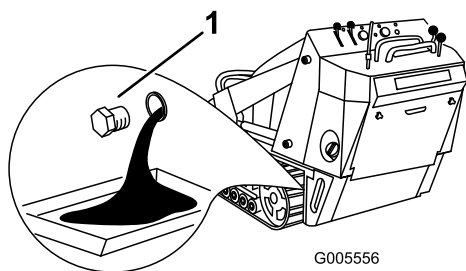

Figura 36
4. Togliete il tappo di spurgo (Figura 36).